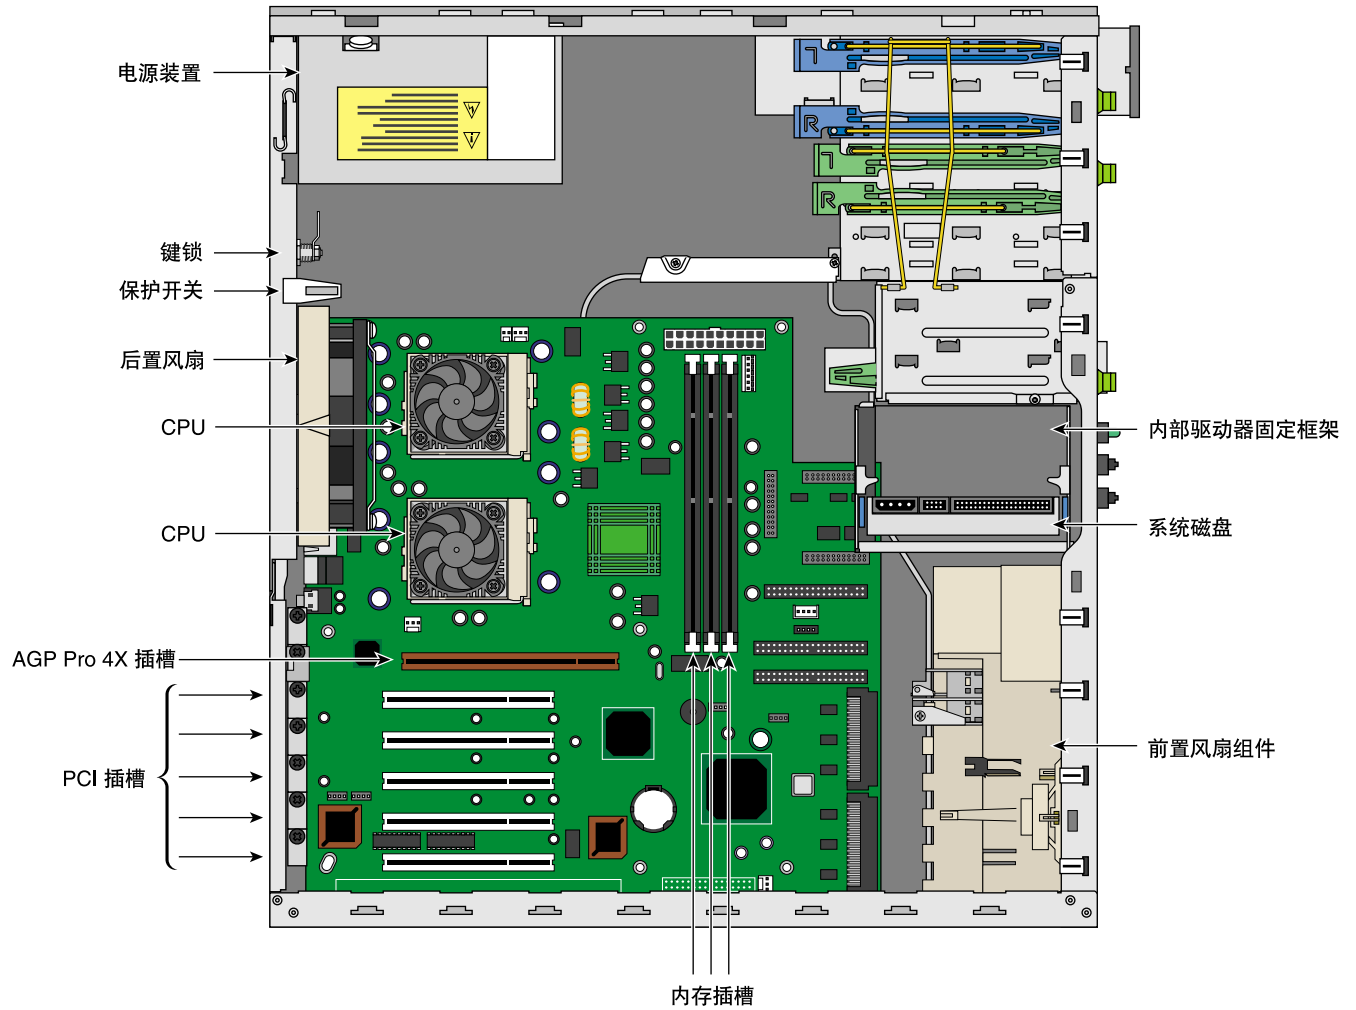

图 1-4 内部结构
本节介绍 Silicon Graphics 330 Visual Workstation 机架内部主要部件的位置，如图 1-4 所示。
- **Silicon Graphics 330 VisualWorkstatio** 由三个风扇进行冷却——一个前置系统风扇，两个后置系统风扇（参见图 1-4）。前置风扇将冷空气吸入机箱内，两个后置风扇则将机箱内的热空气吹出。其中一个后置风扇位于后面板上，另一个后置风扇位于电源装置内。